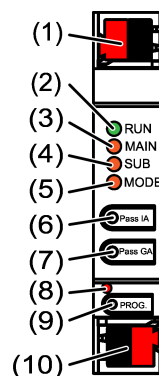

Bild 1: Vy framifrån
Statuslysdioden **RUN** visar tillståndet hos filterfunktionerna, (se bild 1).
- Anslut bussledningarna med KNX-anslutningsplintar (se bild 1) med korrekt polaritet.
- Anslut den överordnade ledningen till den nedre anslutningsplinten (10). Enheten försörjs via denna anslutning.
- Anslut den underordnade ledningen till den övre anslutningsplinten (1).